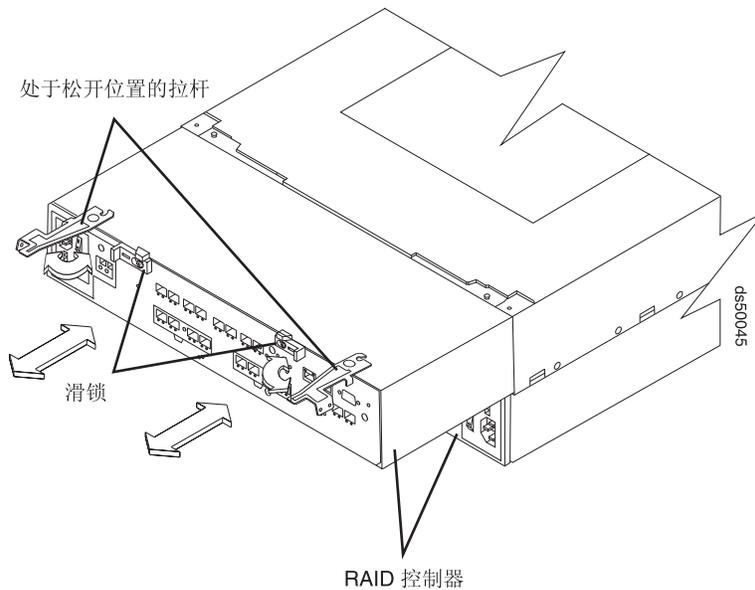

图 101. 从存储子系统中卸下控制器
- b. 使用拉杆来将控制器从存储子系统机箱中滑出。（第 150 页的图 101 显示了正从存储子系统机箱中滑出的控制器。）